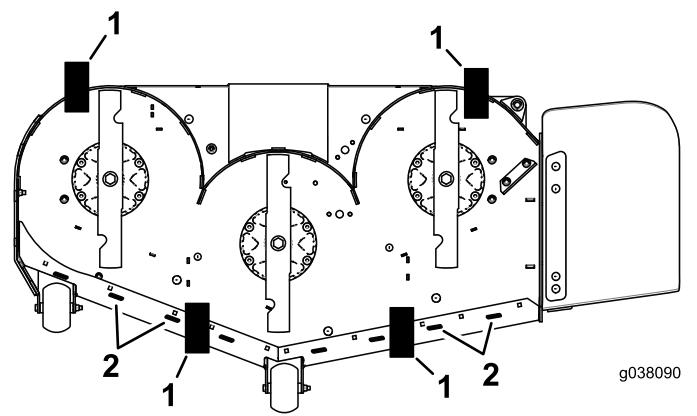

Figure 77
10. Placez une cale (voir le Tableau de hauteur de cale et d'inclinaison) sous le bord arrière de la jupe du plateau de coupe de chaque côté du plateau de coupe (Figure 77).